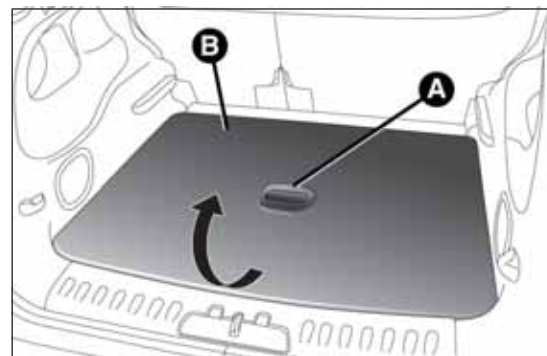
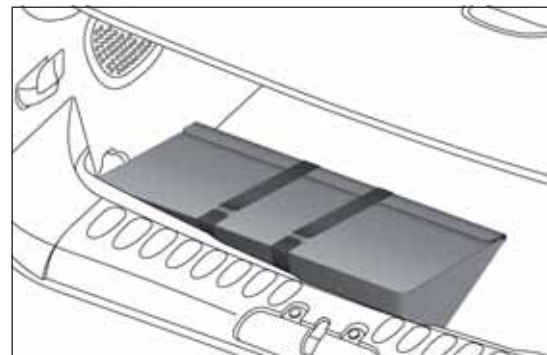

fig. 25
fig. 26
- ☐ *Versioni 5 posti:* aprire il bagagliaio, impugnare la maniglia A fig. 25 e sollevare verso l'alto il piano B del "Cargo Magic Space" tenendolo con una mano. Successivamente prendere la borsa portattrezzi fig. 26. La movimentazione del piano di carico del "Cargo Magic Space" deve avvenire disponendosi in posizione centrale rispetto al bagagliaio.